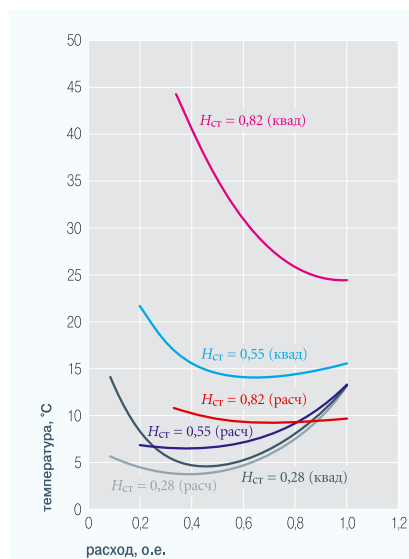

Рис. 3. Превышение температуры корпуса электродвигателя
Построим графики превышения температуры корпуса и потерь мощности для двух вариантов управления напряжением: по (2) и по выражениям из табл. 2, рис. 3 и 4.